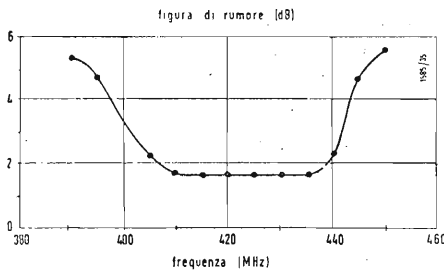
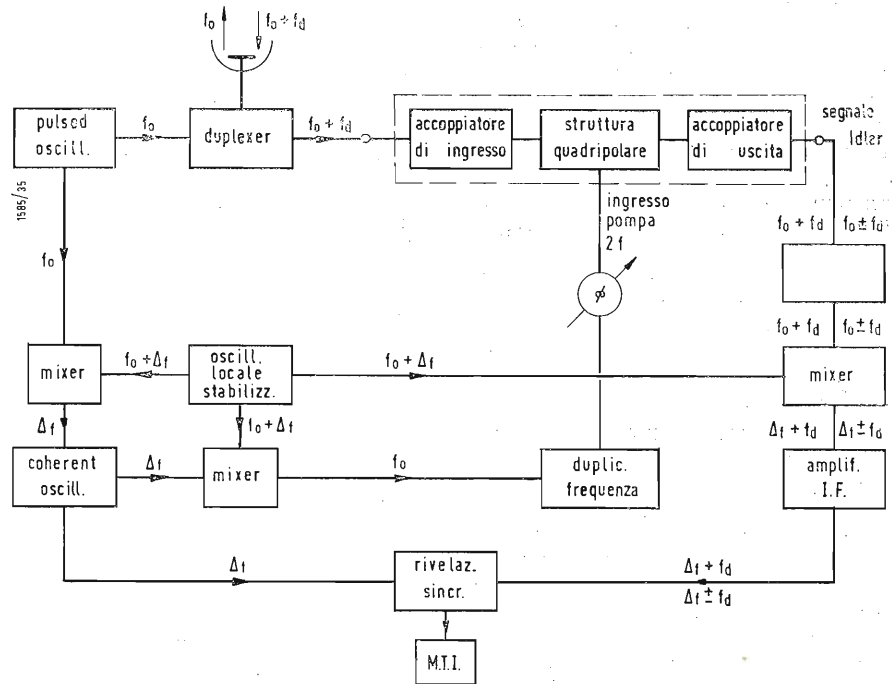
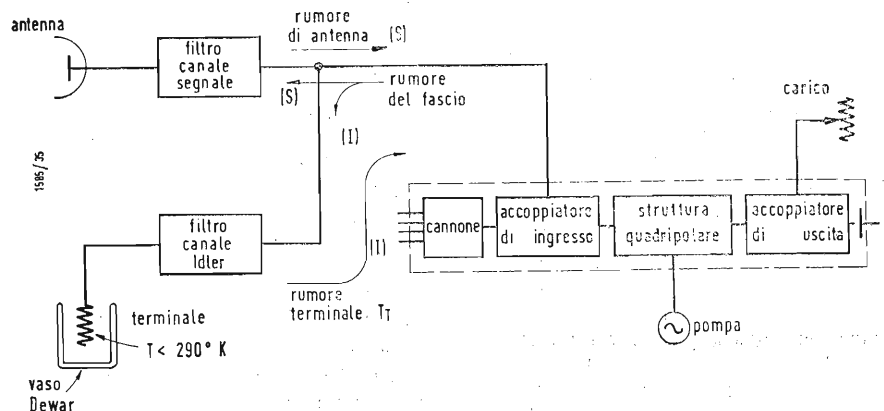

Fig. 17 - Figura di rumore per un funzionamento nella banda 400 ÷ 440 MHz.
Fig. 18 - Diagramma a blocchi per ottenere il pompaggio sincrono di un amplificatore per un radar M.T.I.
Fig. 20 - Altra disposizione con filtro per frequenza idler.
La figura di rumore per un funzionamento nella banda 400 ÷ 440 MHz è visibile in fig. 17. La frequenza idler è fonte di rumore. Dal punto di vista di riduzione del rumore, è conveniente scegliere la frequenza di pompaggio in modo tale che la frequenza di idler cada entro la banda passante degli accoppiatori.
La figura di rumore di fig. 17 è riferita a questo caso, cioè al caso in cui il segnale desiderato è ricevuto su ambedue i canali: utile e spurio (idler). Questo si verifica quando si ricevono segnali provenienti dallo spazio (radioastronomia), in cui il segnale ha essenzialmente l'aspetto di un rumore, ed ambedue i canali contribuiscono alla ricezione.
La figura di rumore è ancora quella di fig. 17. La disposizione schematica è quella di fig. 18.
d) Quando il segnale e la frequenza di idler sono distanziati da parecchi MHz, si può inserire un filtro che elimini la frequenza di idler e lasci passare il segnale. L'accoppiatore estrae il rumore dal raggio. Occorre predisporre un carico ben adattato in modo che il rumore di idler estratto non rimanga riflesso di nuovo nel raggio. Occorre perciò inserire un nuovo filtro per ottenere l'adattamento cercato, come si vede in fig. 20. Il carico per il canale di idler è costituito da una resistenza di basso valore; tale resistenza deve essere mantenuta a temperatura più bassa possibili. La figura di rumore per questo sistema di ricezione a canale singolo (il canale idler cade fuori) risulta peggiorata rispetto a quella di fig. 17. Tale andamento è funzione della temperatura di rumore
questo rumore di 78 °K verrebbe ad essere sostituito con i rumori provenienti dalla sorgente del segnale a temperatura Θ che risultano molto maggiori. Viene inserito un filtro che impedisce questo scambio alla frequenza idler e la temperatura di rumore rimane a 78 °C. Con questa disposizione si dovrebbe avere un peggioramento della figura di rumore di 1 dB rispetto a quella di fig. 17; in pratica per varie cause si hanno dei valori peggiori. Senza filtro di arresto e con l'accoppiatore «pre-clearing» a temperatura ambiente si hanno, in condizioni di larga